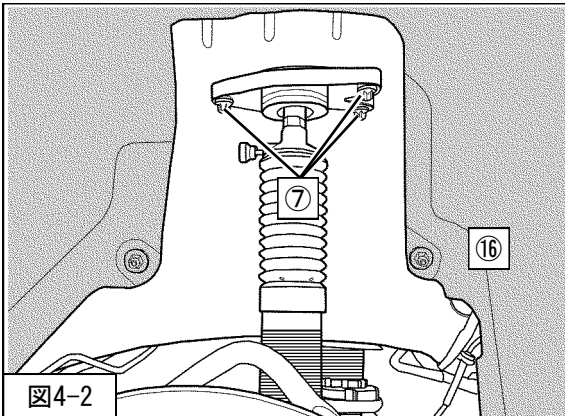

図4-2
を車両に取付けてください。（図4-2）
- ⑯リアホイールハウ斯拉イナをめくり、
- ⑤コネクタに、別途購入していただいたAVSエラーキャンセラーの取扱説明書に従い、AVSエラーキャンセラーを取付けてください。（図4-2・4-6）